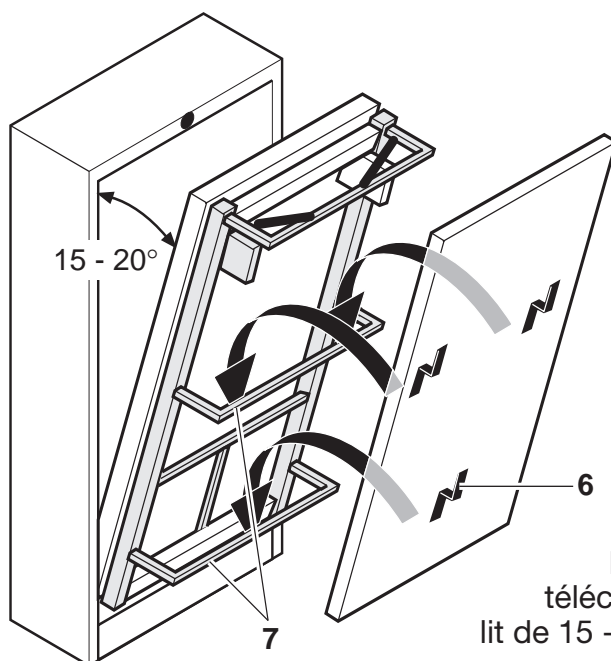

Fig. 15
- Mettre la commande dans l'armoire à la paroi arrière, insérer les fiches du récepteur à infrarouge et du moteur dans la commande et utiliser la télécommande pour ouvrir le cadre de lit de 15 - 20°, voir **fig. 15**.
- Accrocher les équerres de fixation **6** de la plaque avant préparée dans les tubes transversaux **7** au cadre de lit, voir **fig. 15**.